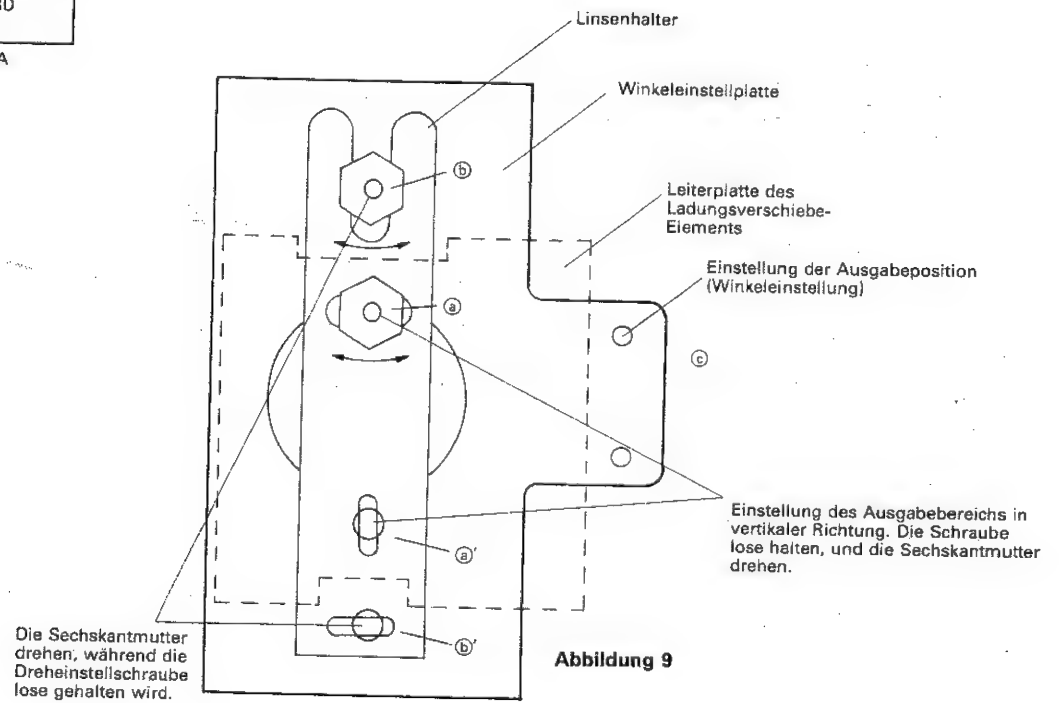

Abbildung 9
<p>⑤ Einstellung der Drehrichtung R223 und R226 kurzschließen. Die Einstellung durch Drehen der Sechskantmutter ⑥ der Abbildung 9 so vornehmen, daß alle Markierungen im Muster ③ erscheinen. Die Muttern ⑥ und ⑥' nach der Einstellung sichern.</p>	<p>③</p>
- (4) Die in Abbildung 9 gezeigten Schrauben ① und ② lösen.
- (1) Eine Kopie des ersten Bildes anfertigen und deren Druckzustand überprüfen.
- (2) Wenn der sich ergebende Druck dem in der Abbildung 14 gezeigten entspricht, die Schraube ⑥ der Abbildung 9 langsam entgegen dem Uhrzeigersinn drehen, während dabei die Kopie eines Bildes angefertigt wird. Die Schraube nicht weiterdrehen, wenn der Druck dem in der Abbildung 15 gezeigten entspricht. Damit ist die Einstellung beendet.
- (1) Die Rückwand entfernen, und den Drucker anbringen.
- (2) Den Netzschalter einschalten, und die anfängliche Einstellung machen.
- (3) Eine vertikale Linie mit einem schwarzen Markierstift entlang einer willkürlichen vertikalen Linie in der Mitte des Schreibweißblattes ziehen.
- (4) Die in Abbildung 9 gezeigten Schrauben ⑥ und ⑦ lösen.
- (1) Eine Kopie des Bildes mit der vertikalen Linie anfertigen.
- (2) Den Zustand der kopierten Linie überprüfen.
- (3) Wenn die vertikale Linie wie in Abbildung 17 gezeigt ausgedruckt wird, die Sechskantmutter ⑤ der Abbildung 9 mit dem Einstellwerkzeug entgegen dem Uhrzeigersinn drehen, bis sich die in Abbildung 18 gezeigte Linie ergibt. Wenn die Linie wie in Abbildung 20 gezeigt ausgedruckt wird, die Sechskantmutter im Uhrzeigersinn drehen, bis sich die in der Abbildung 18 oder 19 gezeigte Linie ergibt. (In manchen Fällen wird eine vertikale Linie gemäß Abbildung 19 als Ergebnis der Ausgabezeitsteuerung gedruckt. Dies stellt für die Einstellung kein Problem dar.)
- (4) Die vertikale Linie mehrmals kopieren, und diese Einstellung wiederholen, bis die Steigung der vertikalen Linie linear wird.
- (5) Nach Beendigung der Einstellung die Schrauben ⑥ und ⑦ anziehen. Dann erneut eine Kopie der vertikalen Linie anfertigen und nachprüfen, ob die Einstellung vollständig ist.
- (6) Die Ausgabe überprüfen, und falls irgendeine Unregelmäßigkeit festgestellt wird, eine Neueinstellung gemäß dem Verfahren "2 Einstellung der Ausgabe-position" auf Seite 13 vornehmen.
- (7) Sicherungsmittel auf die Schrauben ⑥ und ⑦ auftragen, um damit die Einstellung zu beenden.